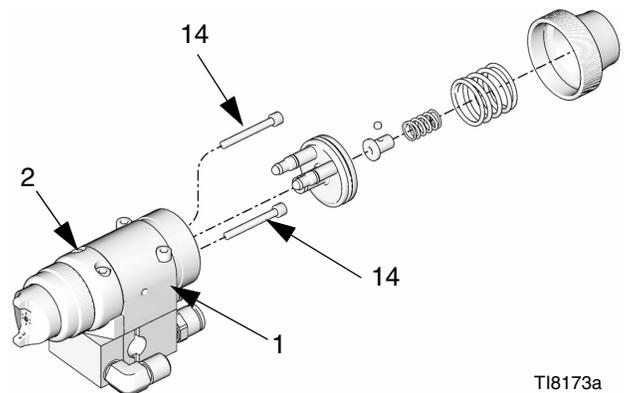

FIG. 21
9. Desmonte el pistón. Usando unos alicates, extraiga el pistón (3) de su alojamiento (1). Vea FIG. 21.
10. Desenrosque los dos tornillos (14) y separe el alojamiento de fluido (2) del alojamiento del pistón (1). Retire la junta (12) sólo si es necesario reemplazarlo. Vea FIG. 21.